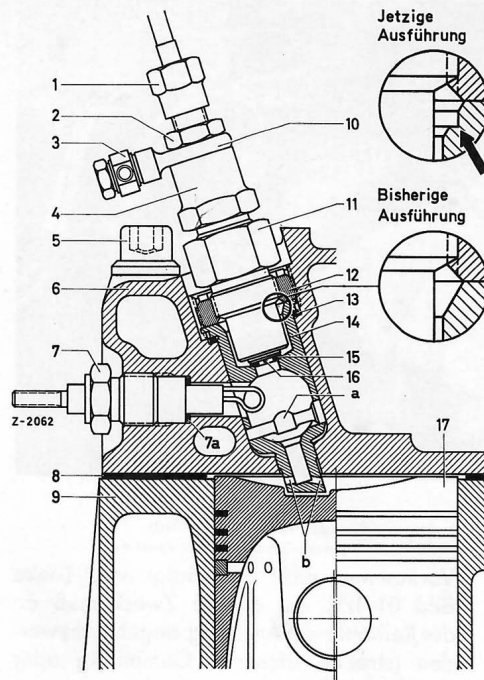

Bild 01-1/10
- c Abstand zwischen Vorkammer (5) und Zylinderkopf
Hierbei ist zu beachten, daß der Gewinding Teil-Nr. 636 017 02 03 zur Befestigung der Vorkammer gegen den Gewinding Teil-Nr. 636 017 03 03 ausgewechselt oder an seiner unteren Auflagefläche um 2,5 mm auf 11 mm (siehe Bild 01-1/11) abgedreht werden muß, da der Düsenhalter (1) bei Verwendung der neuen Dichtung (4) 2,5 mm tiefer in die Vorkammer hineinragt und aus diesem Grund am Gewinding (2), und die Düse nicht an der Dichtung (4), anliegen würde (siehe Bild 01-1/9).
21. Den Düsenhalter mit der Einspritzdüse in die Vorkammer einschrauben und unter Verwendung des Steckschlüssel-Einsatzes Teil-Nr. 312 589 00 09 mit 7-8 mkg anziehen. Vor dem Einschrauben des Düsenhalters (1) nochmals prüfen, ob die Dichtung (4) mit ihrem zylindrischen Teil einwandfrei in der Bohrung der Vorkammer sitzt (siehe Bild 01-1/9).